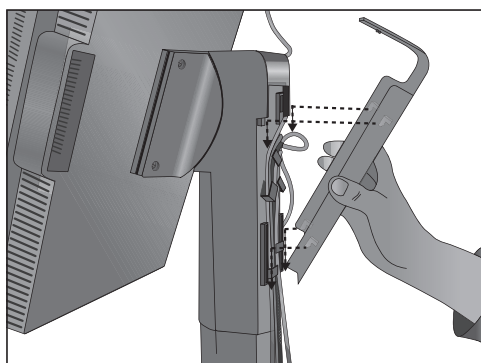
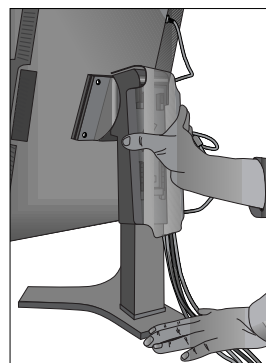

Figure D.1
Figure D.2
8. Maintenez fermement tous les câbles et placez le cache-câble sur le support (**Figure D.1**). Pour retirer le cache-câble, soulevez le couvercle comme indiqué sur la **Figure D.2**.